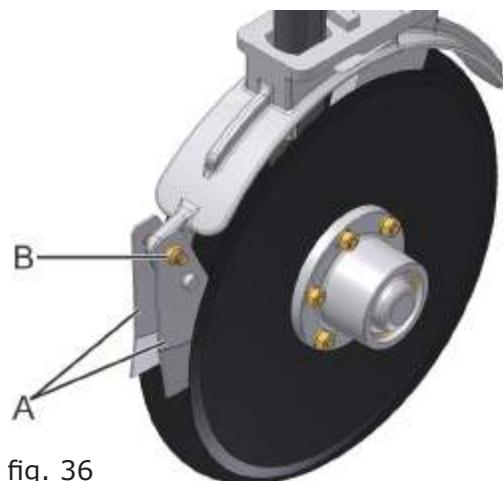

fig. 36
Realize periodicamente a regulagem dos limpadores (A) (fig. 36) dos discos duplos de adubo e semente defasados. Para fazer o ajuste dos limpadores, aperte o parafuso e porca (B). Ajuste de tal forma que mantenha a eficiência de limpeza. Não aperte em demasia para não ocasionar desgaste excessivo nos limpadores (A).